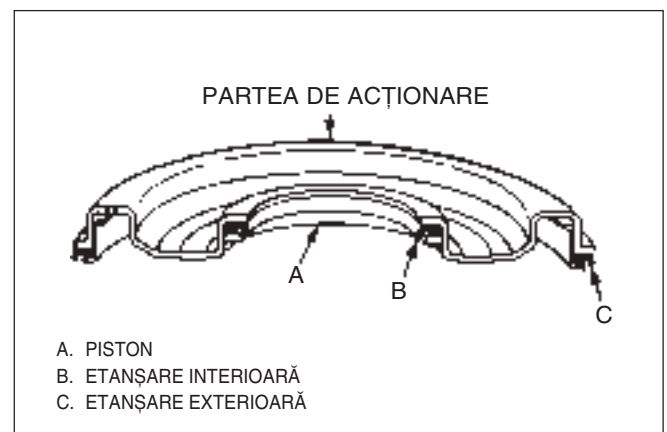

Fig. 79 Acțiune normală piston
- 1) Inserția (628).
- 2) Inelele de etanșare interior (627) și exterior (626) – fig. 79. Se montează inele noi de etanșare pe piston.
- 3) Ansamblul piston (629). Se montează întâi inelul interior (627).